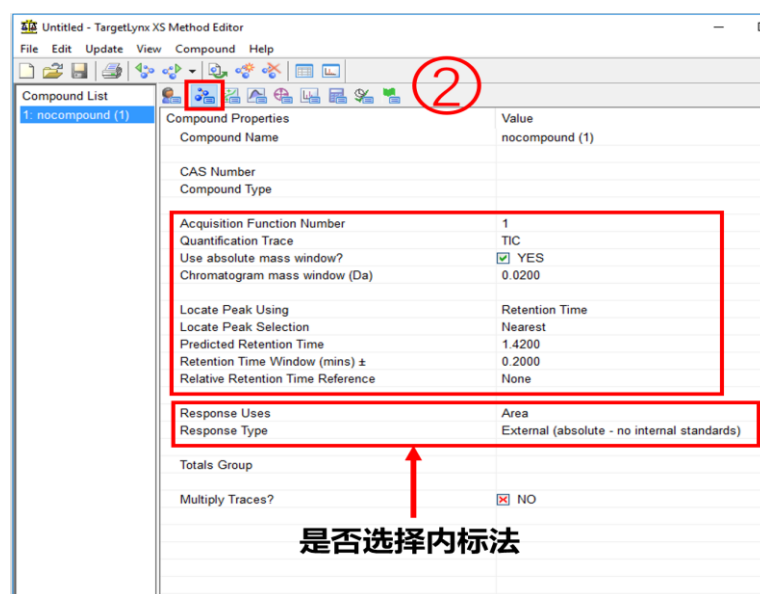

图 6-49
- a. 选择最小浓度的标准品, 按住鼠标右键, 在 TIC 色谱柱上拖动所需色谱图 (注意: 要求色谱峰峰尖左右对称; 宽度超过峰的起始和终点), 会自动在 Compound Properties 中自动填充 (图 6-49)。